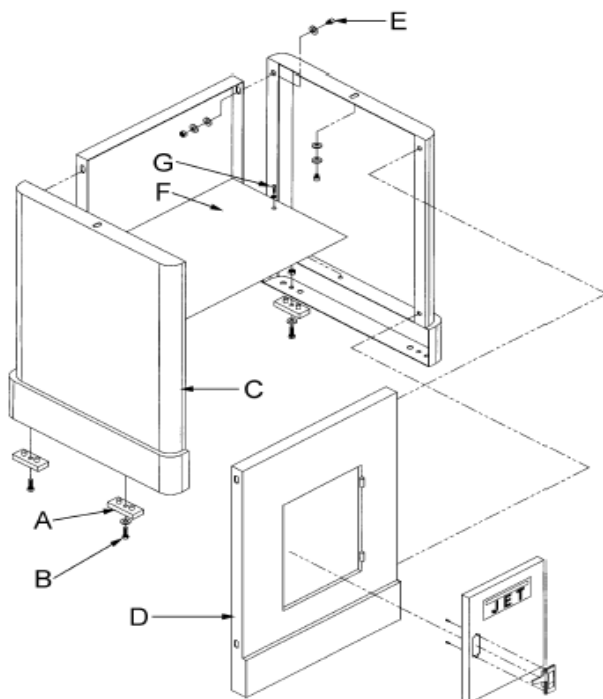

Fig 1
Montieren Sie die vier Gummifüße (A, Fig 1) auf die Untersatzseitenteile mittels der gemeinsam verpackten 4 Schrauben, 4 Scheiben und 4 Sechskantmutter.
Verbinden Sie die Seitenteile (C, Fig 1) mit dem Frontblech (D) mittels 4 Sechskantschrauben, 8 Scheiben, 4 Federscheiben und 4 Sechskantmuttern (E).